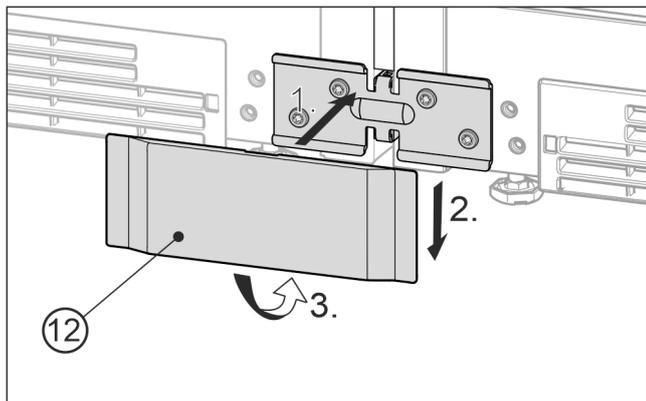

Fig. 25 例图
- ▶ 将下方的盖板 Fig. 25 (12) 从前面放置到角上 Fig. 25 (1)，向下推入 Fig. 25 (2) 并向下卡紧 Fig. 25 (3)。